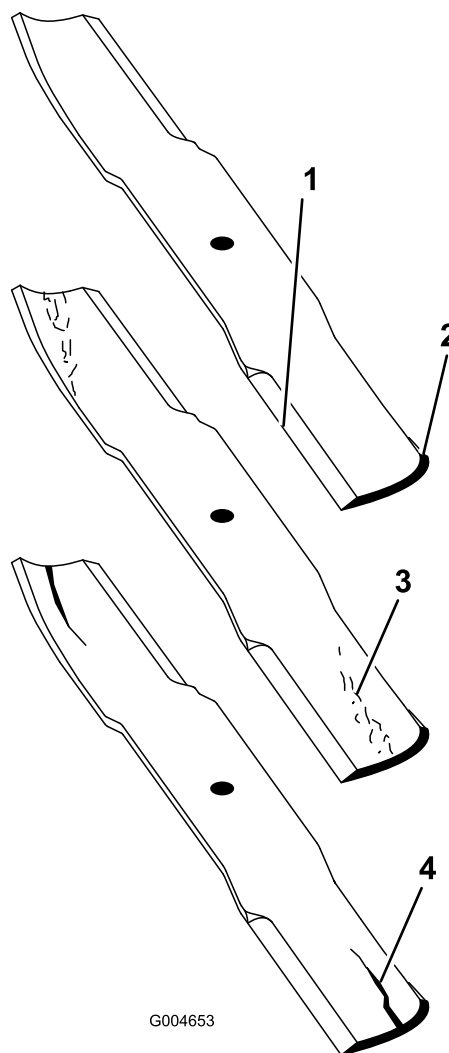

Рисунок 67
1. Проверьте режущие кромки (Рисунок 67). Если кромки не острые или зазубренные, снимите ножи и заточите их. См. Заточка ножей \(страница 41\).
2. Проверьте ножи, особенно в области крыла (Рисунок 67). При обнаружении признаков повреждения, износа или образования зазора в этой области (Рисунок 67), немедленно установите новый нож.